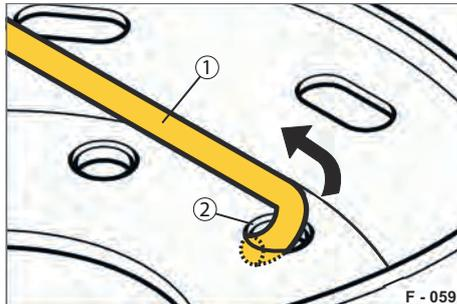

Abb. 81 Hakenschaube entnehmen
- ▶ Hakenschaube (Abb. 81/1) durch das Bolzenloch (Abb. 81/2) des Reserverades einführen.
- ▶ Hakenschauben (Abb. 81/1) nach oben durch die Bolzenlöcher (Abb. 81/2) des Reserverades herausziehen.